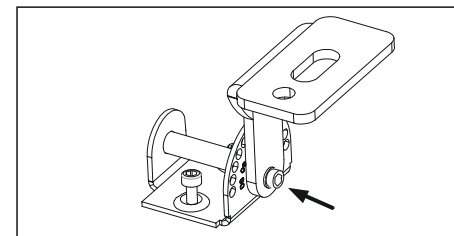

Рис. 2
- Отрегулируйте угол наклона осветительного прибора: для этого необходимо ослабить боковые винты на лире, предназначенные для фиксации угла наклона светильника, с помощью шестигранника (H4). После регулировки угла наклона светильника, надежно затяните боковые винты (рис. 2).